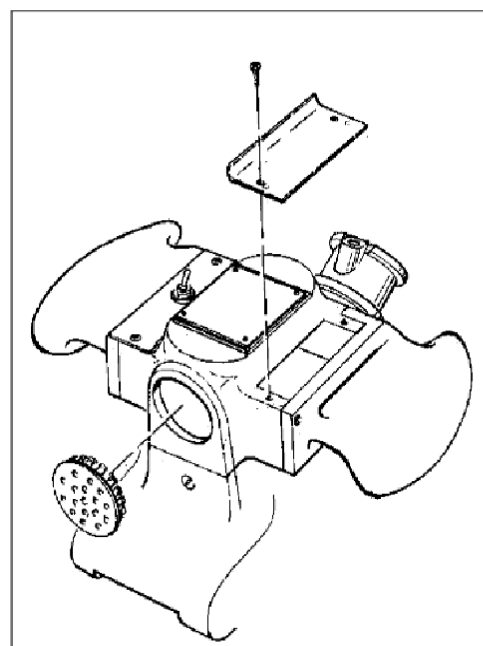
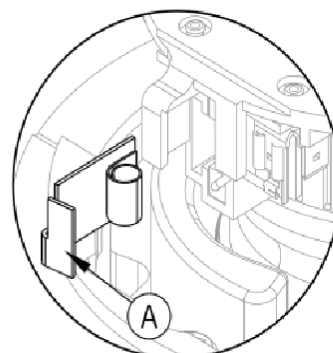

Figura 7
Figura 8
Inspeccione las cuatro escobillas cada 6 meses ó 250 horas. El acceso a las escobillas se realiza a través de los orificios delanteros y traseros de ventilación del motor y debajo de las dos cubiertas del motor (figura 7). Presione hacia dentro la lengüeta (A) que se encuentra sobre el montaje de la abrazadera con resorte, rótele y luego retírela (figura 8). Use pinzas de punta de aguja para desconectar el cable de desviación. Si alguna escobilla se desgasta hasta 3/8" de su longitud o más, cambie el conjunto completo.